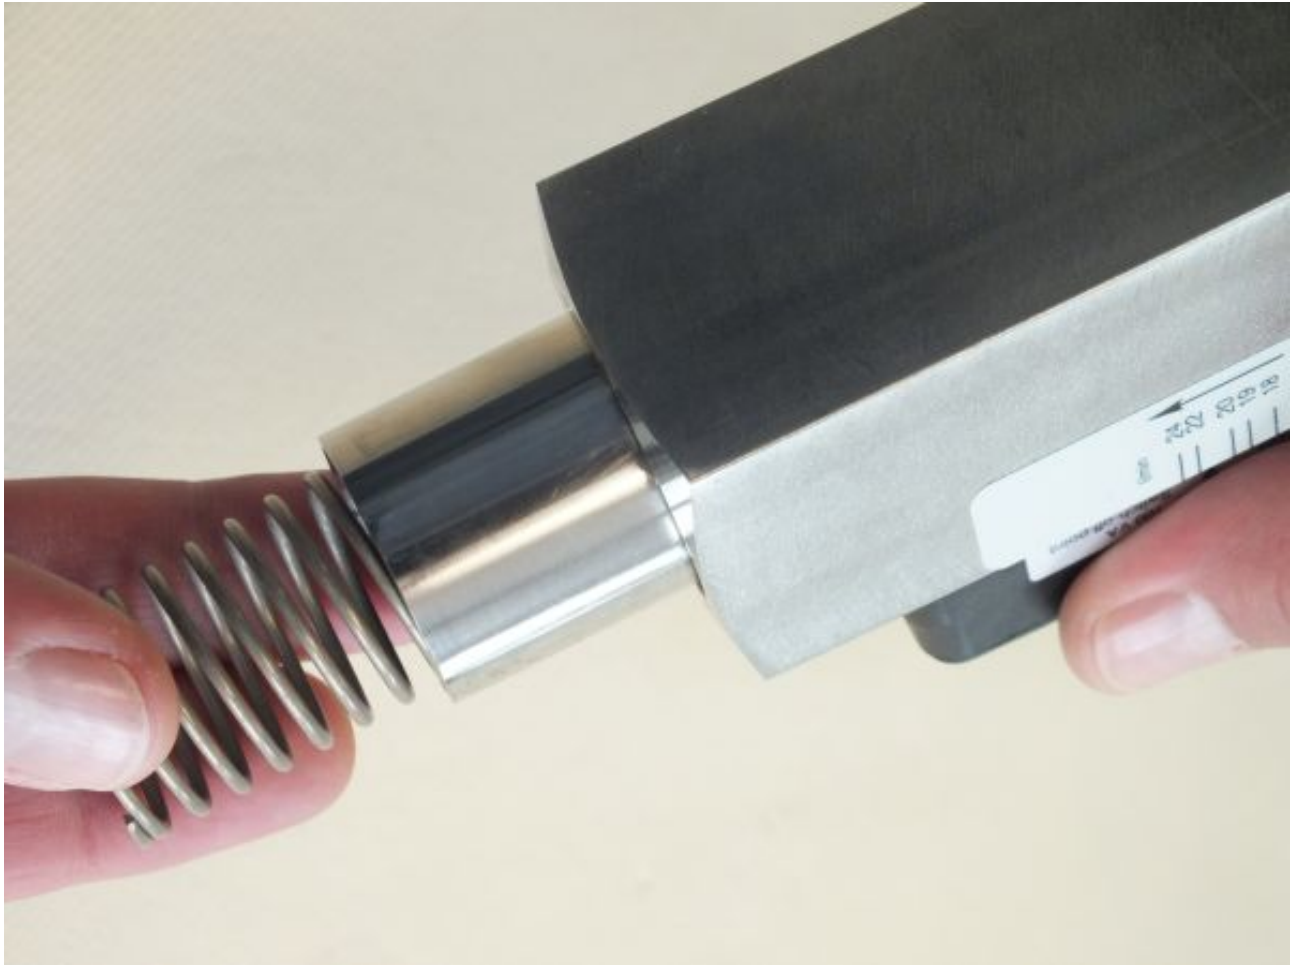

Abb. 46: Innenteile entnehmen
6. ➤ Gerätekörper vorsichtig um 180° drehen und Innenteile des Gerätes (Schwebekörper, Magnete und Feder) entnehmen (Abb. 46)